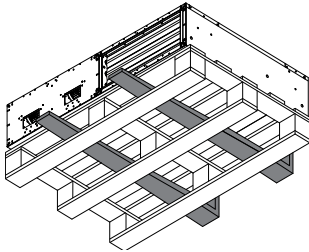

Abb. 2:
- Bei dem Transport mit einem Gabelstapler ist darauf zu achten, dass das Gerät mit dem Grundprofil bzw. Grundrahmen auf den Gabeln des Staplers bzw. auf einer Palette vollständig aufliegt und der Geräteschwerpunkt zwischen den Gabeln liegt. (s. Abb. 2)